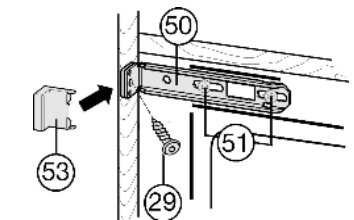

Fig. 16
- ▶ Schroeven Fig. 16 (51) iets losdraaien.
- ▶ Bovenste bevestigingshoek Fig. 16 (50) met spaanderplaatschroef Fig. 16 (29)  $\varnothing 4 \times 19$  aan de meubelwand vastdraaien.
- ▶ Het uitstekende uiteinde van de afdekking Fig. 16 (53) afbreken.
- ▶ Schroeven Fig. 16 (51) aandraaien.
- ▶ Afdekking Fig. 16 (53) plaatsen.